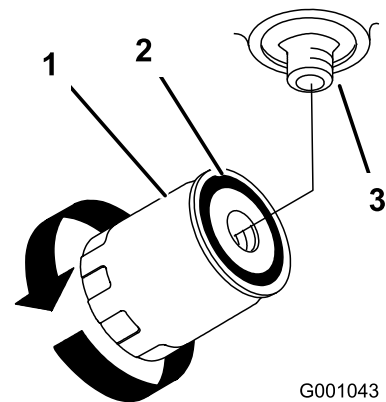

Bild 49
5. Entfernen Sie den Altfilter und wischen die Dichtfläche am Anbaustutzen (Bild 49) ab.
9. Drehen Sie den Ölfilter nach rechts, bis die Gummidichtung den Anbaustutzen berührt. Ziehen Sie ihn dann um eine weitere 1/2 Umdrehung fester (Bild 49).